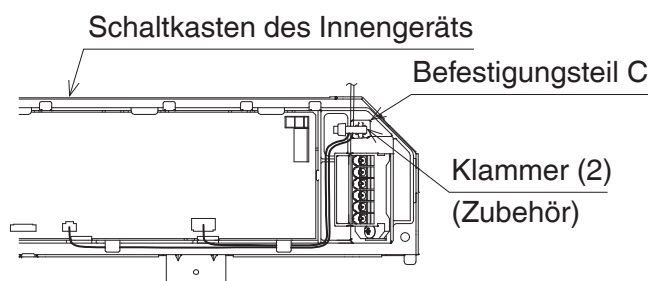

Abbildung 20
5. Befestigen Sie die Relaiskabelbäume (3) und das Signalkabel (grau) mit Klammern (2) am Befestigungsteil C innen im Schaltkasten des Innengeräts. (Siehe **Abbildung 20.**)